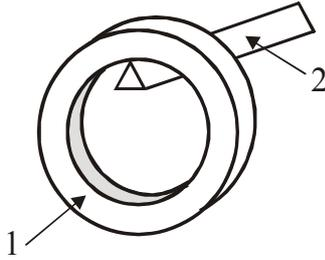

Рисунок 2
Физический маятник 1 представляет собой однородное кольцо массой m (рис. 2). Значение массы указано на кольце. Кольцо устанавливается на стержне с опорной призмой 2. Из формулы (3) можно определить момент инерции маятника относительно оси колебаний: